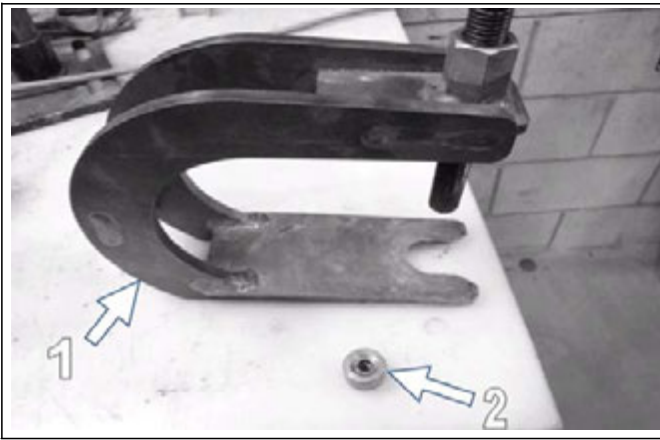

Рис. 25. Выталкиватель
Для замены колеса рекомендуется использовать выталкиватель компании «Саморпаст» деталь № по каталогу 2000-00-1050 (поз. 1, рис. 25), как это изложено ниже:
- Если болт не используется, можно поставить под шток выталкивателя центрующую проставку (поз. 2, Рис. 25).